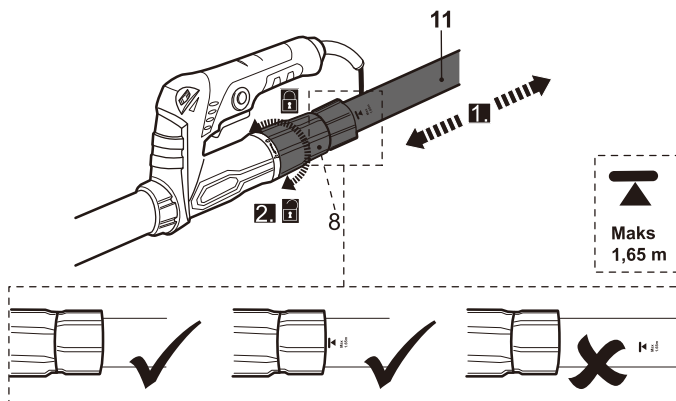

Fig.4
- > Si es necesario, ajuste la longitud del tubo de extensión (11). Preste atención a la marca de "Maks. 1,65 m" que hay en el tubo de extensión. Apriete el casquillo (8) después de montar/ajustar el tubo de extensión (Fig. 4.)